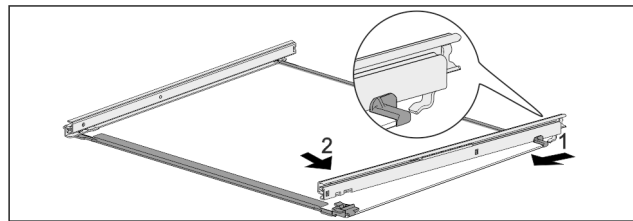

Fig. 128 Стъклена плоча с релси
- ▶ Закачете релсата отзад. Fig. 128 (1)
- ▶ Фиксирайте релсата отпред. Fig. 128 (2)